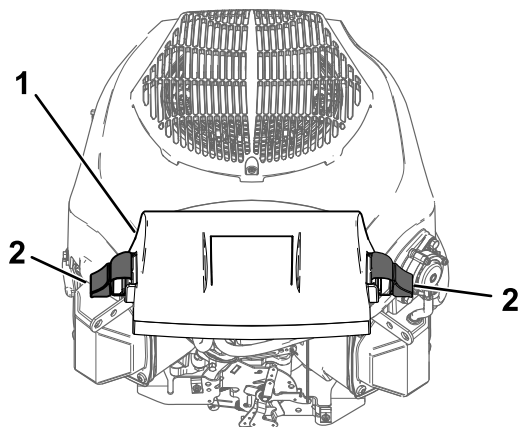

Bild 43
- Setzen Sie die Abdeckung auf und verriegeln Sie diese mit den Halteklammern (Bild 43).